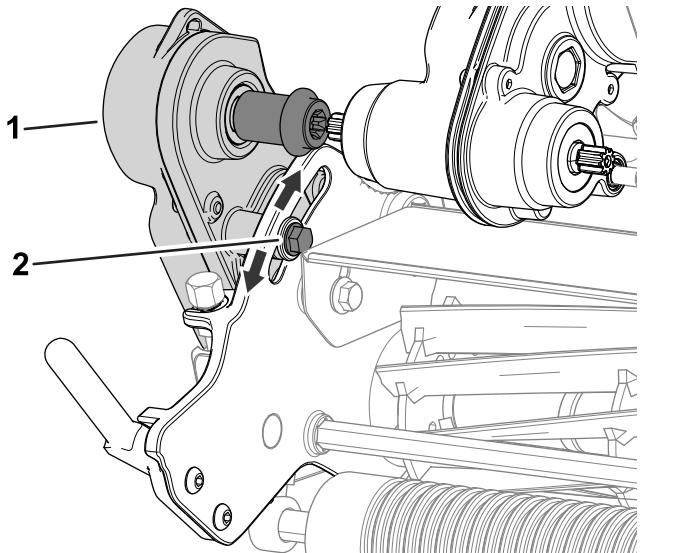

Figure 48
1. Desserrez le boulon montré à la Figure 48.